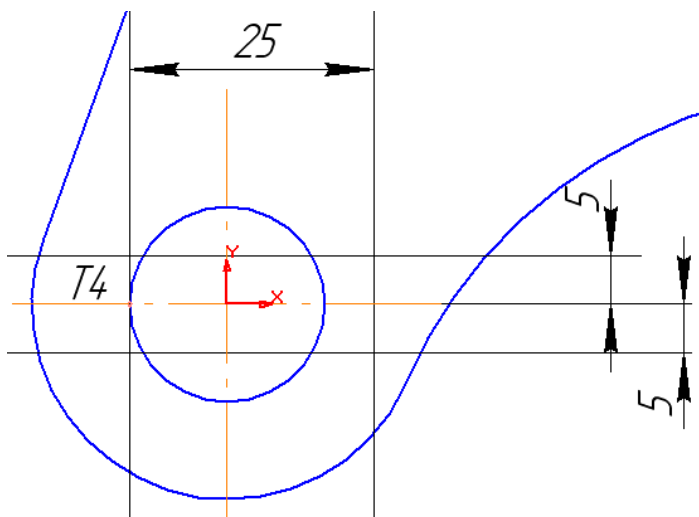

Рисунок 13
18.3. Потім будуються дві паралельні прямі за допомогою команди **Параллельная прямая**  на відстані 5 мм із кожної сторони від горизонтальної осі симетрії кола (рисунок 13). Для їх створення необхідно два рази натиснути на кнопку **Создать объект** .